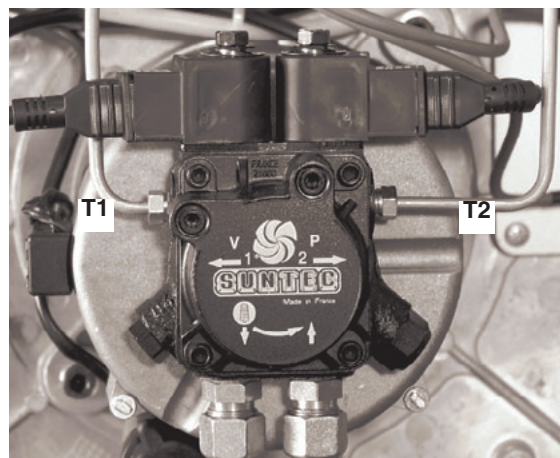

Fig. 19a
- Svitare i tubetti gasolio T1 e T2 dalla pompa (Fig. 19a).